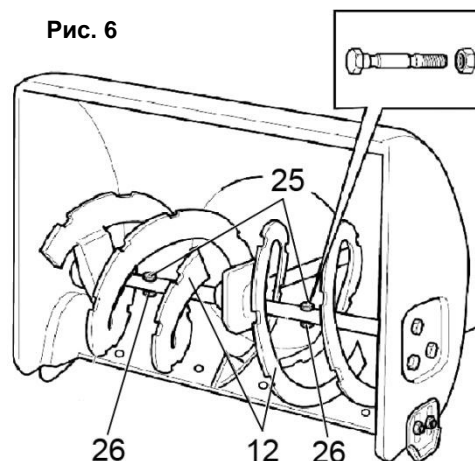

Рис. 6
- Лопастей шнека (12) снегоуборщика крепятся к валу редуктора с помощью специальных срезных болтов (25) с контргайками (26) (См. Рис.6) или шпильками.